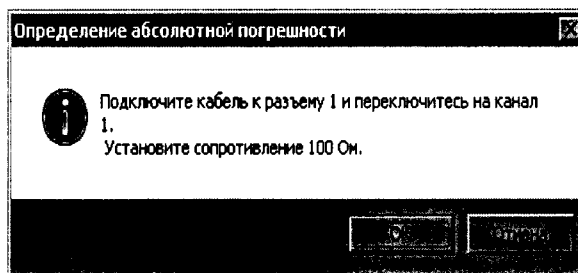

Рисунок 12 – Окно «Определение абсолютной погрешности»
4.3.6.3 В рабочей области задачи нажать кнопку «Запуск», после чего появится окно «Определение абсолютной погрешности» с надписью «Подключите кабель к разьему 1 и переключитесь на канал 1. Установите сопротивление 100 Ом» (Рисунок 12).
4.3.6.6 С помощью переключателей магазина сопротивлений установить значение сопротивления 100 Ом и нажать на кнопку «ОК» в появившемся окне «Определение абсолютной погрешности» (Рисунок 12).